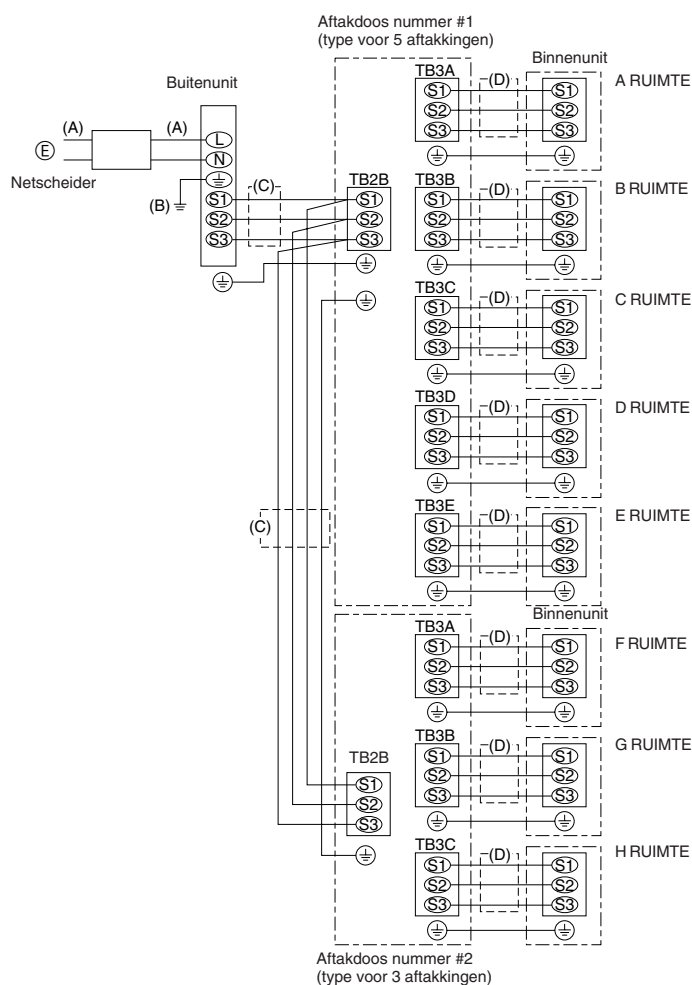

Fig. 7-2
7.3. Procedure voor externe bedrading (Fig. 7-2)